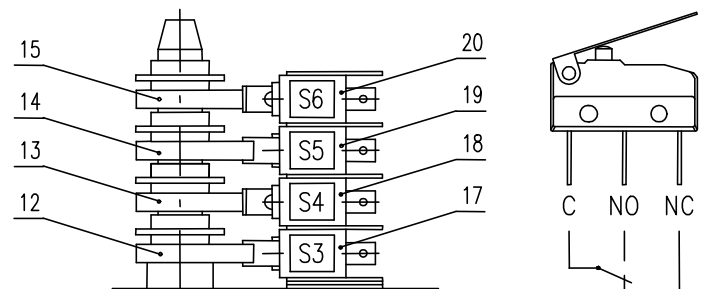

Рис. 4
3.1 Настройка узла положения и сигнализации (Рис. 4)